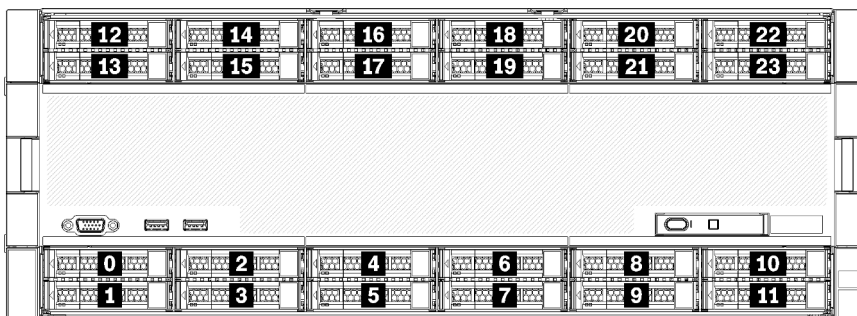

Figura 5. Locais do compartimento de unidade
- As duas unidades superiores oferecem suporte a unidades SAS, SATA ou de interface de NVMe (Lenovo AnyBay). O servidor pode oferecer suporte a até 12 unidades NVMe, dependendo da configuração do servidor. Os compartimentos de unidade NVMe são os compartimentos com numeração par, conforme mostrado em Figura 5 "Locais do compartimento de unidade" na página 16.